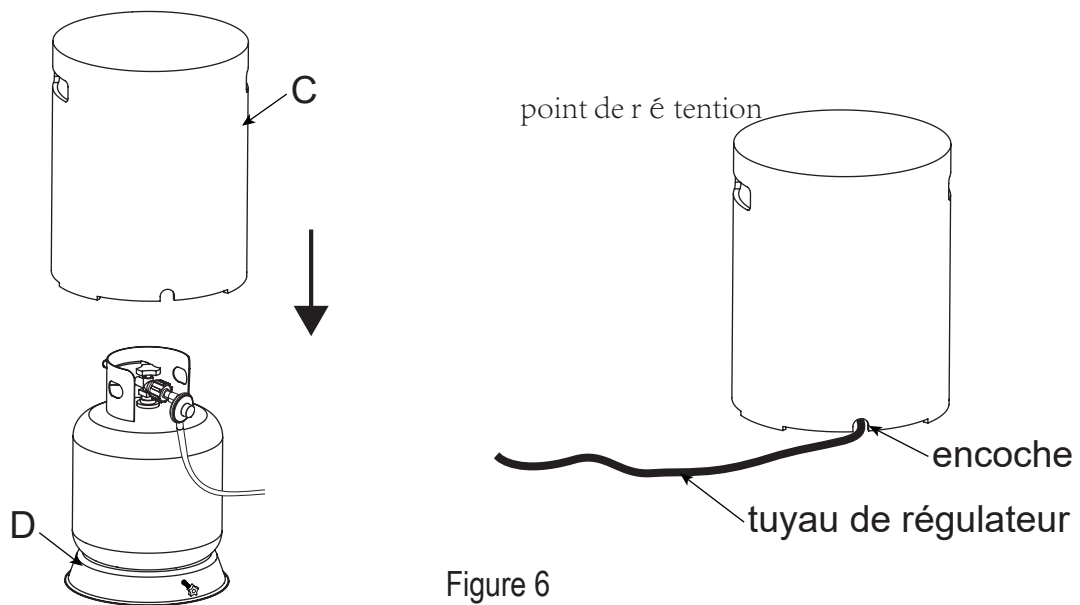

Figure 6
6. Placez délicatement le couvercle du réservoir (C) sur le siège du réservoir (D) et assurez-vous que le tuyau du régulateur passe par l'encoche située au bas du couvercle du réservoir (voir figure 6).